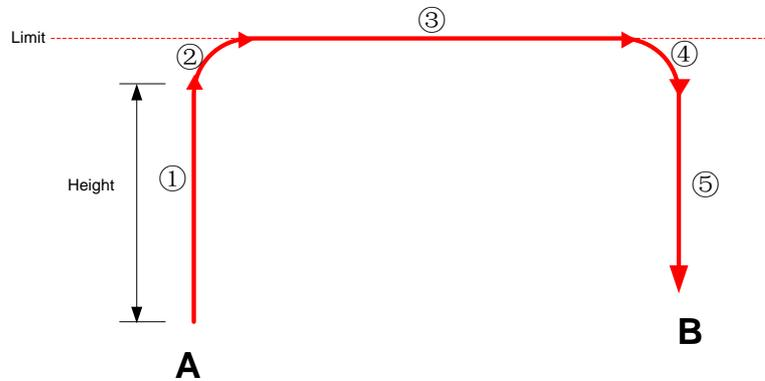

图 2.8 JUMP 运动模式
- **JUMP:** 门型轨迹，A点到B点以MOVJ运动模式移动，如图 2.8所示。
**JUMP**运动模式下，如果起始点或结束点高度大于等于最大抬升高度，或者起始点抬升到一定高度后，大于等于最大抬升高度，其运动轨迹与图 2.8有所不同。假设A为起始点，B为结束点，Limit为最大抬升高度，Height为抬升高度。